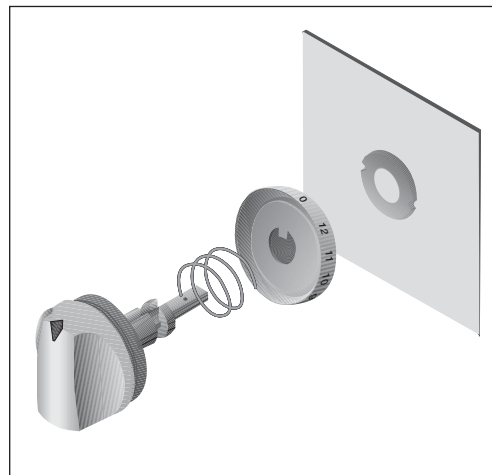

Fig. 1
- In dem Küchenmöbel wird ein Ausschnitt gemäß nebenstehender Abbildung angebracht, die Mindesttiefe des Küchenmöbels muß 580 mm betragen. (Siehe die Abbildung 1 und 2 zum Einbau auf der letzten Umschlagseite).